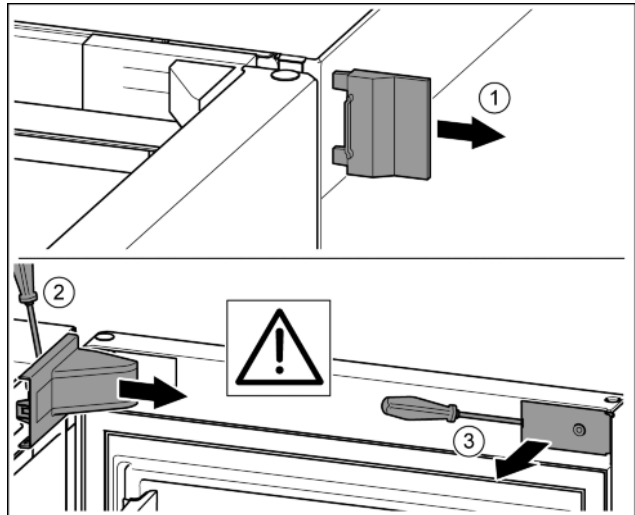

Fig. 6
- ▶ Buitenste afdekking verwijderen. Fig. 6 (1)
- ▶ Afdekking van de lagerbus met behulp van een schroevendraaier losmaken. Afdekking van de lagerbus verwijderen. Fig. 6 (2)
- ▶ Paneel met de sleufschroevendraaier losmaken en naar de zijkant draaien. Fig. 6 (3)